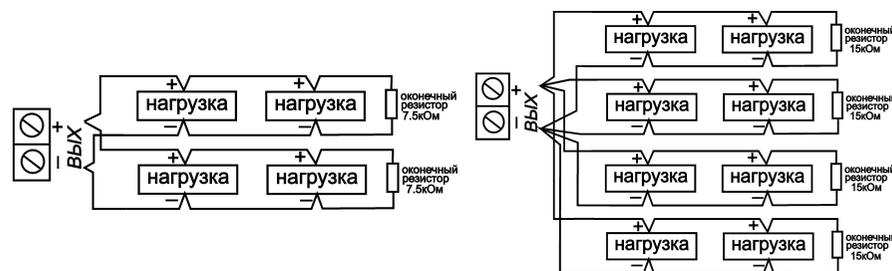

Рисунок 11 – Подключение нагрузки к контролируемым выходам
3. Допускается разводка контролируемых выходов звездой. Значение окончечных резисторов определяется числом ответвлений. При двух лучах окончечные сопротивления по 7,5 кОм, при четырех - по 15 кОм (рисунок 11). Максимальное число ответвлений – 4.